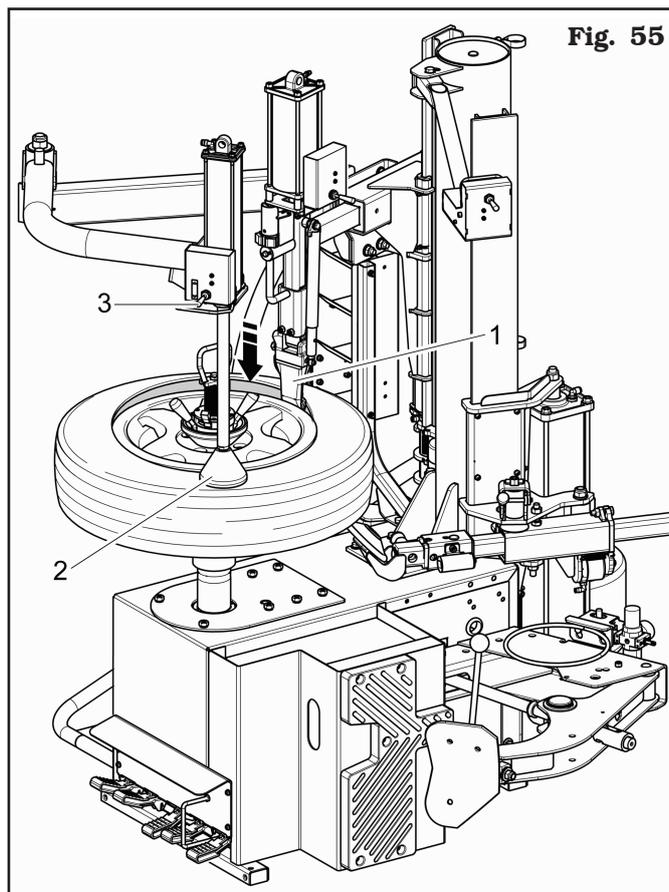

Fig. 55
4. donc positionner le talon supérieur sur la zone de montage de la tête outil (**Fig. 55 réf. 1**) ;
5. positionner l'outil pousse-talon (**Fig. 55 réf. 2**) (si présente) à « heures 4 » de l'axe de l'équipement-tête et appuyer sur le pneu en actionnant le levier (**Fig. 55 réf. 3**) de l'unité de commande vers le bas ;